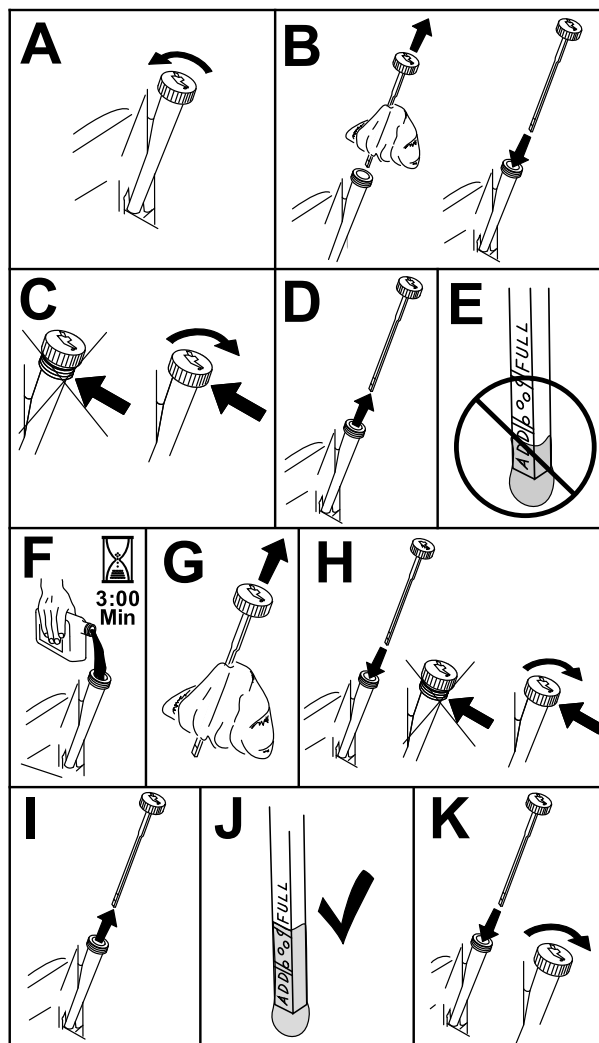

Рисунок 41
3. Чтобы не допустить попадание грязи, скошенной травы и т.п. в двигатель, очистите поверхность вокруг крышки масляной горловины и масляного щупа, прежде чем снимать их (Рисунок 41).